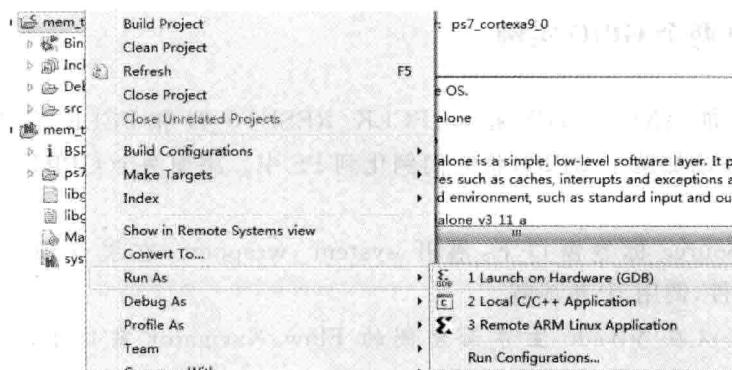

图 4.28 执行应用程序入口
- ① 需要确保计算机成功安装驱动程序；
- ② 串口号根据主机不同而有所不同。
(4) 单击 OK 按钮。
- (5) 如图 4.28 所示，在 Project Explorer 窗口下，选择 mem\_test。单击右键，出现浮动菜单。在浮动菜单下，选择 Run As→Launch on Hardware 选项，用于下载应用程序，并且执行 ps\_init 和 mem\_test.elf。